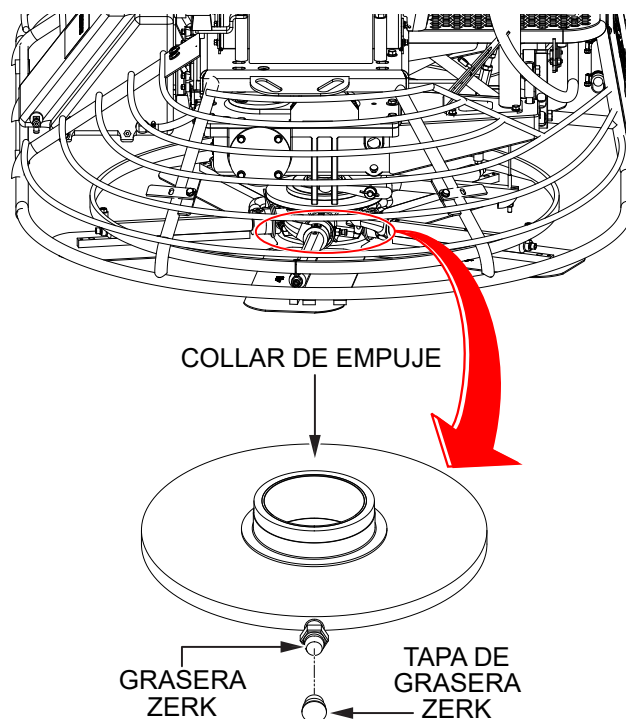

Figura 27. Lubricación del collar de empuje
1. Localice la grasera Zerk en el conjunto de empuje (Figura 27). Quite la tapa de la grasera Zerk y póngala a un lado.